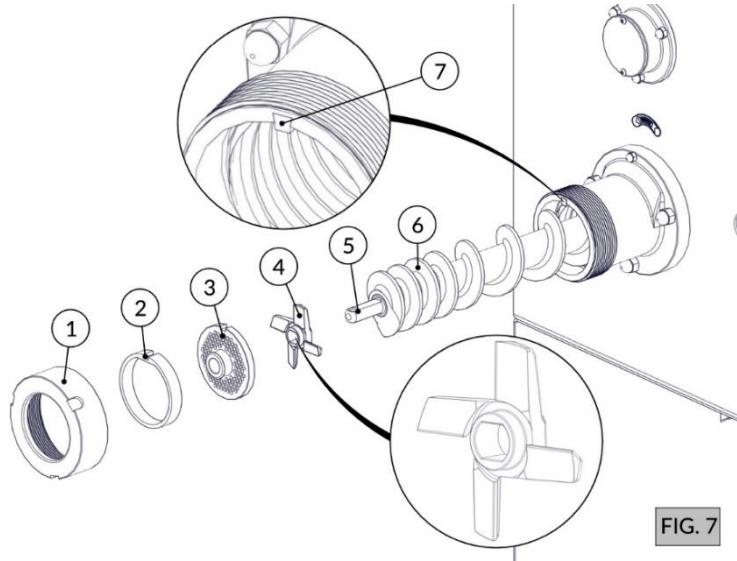

FIG. 7
3. Coloque o caracol (Item 6 - FIG. 7), encaixando-o no quadrado do eixo arrastador;
4. Coloque a cruzeta dupla (Item 4 - FIG. 7) no pino do caracol (Item 5 - FIG. 7), observando sua posição de corte (corte para frente);
5. Coloque o disco com o furo desejado (Item 3 - FIG. 7) no pino do caracol, certificando-se que encaixou na chaveta do bocal (Item 7 - FIG. 7);
6. Coloque o anel (Item 2 - FIG. 7) certificando-se que encaixou na chaveta do bocal (Item 7 - FIG. 7);
7. Rosqueie o volante (Item 1 - FIG. 7) até encostar no disco;